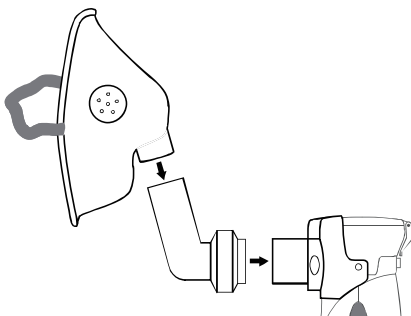

Fig. 11
- Installation du masque: raccordez le raccord puis le masque dans la direction de la flèche (voir Fig. 11).